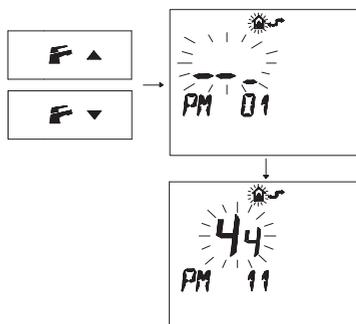

Fig. 5.76
- Premere i pulsanti **F** ▼ o **F** ▲ per visualizzare la programmazione "PM11" della postcircolazione pompa (Fig. 5.76).